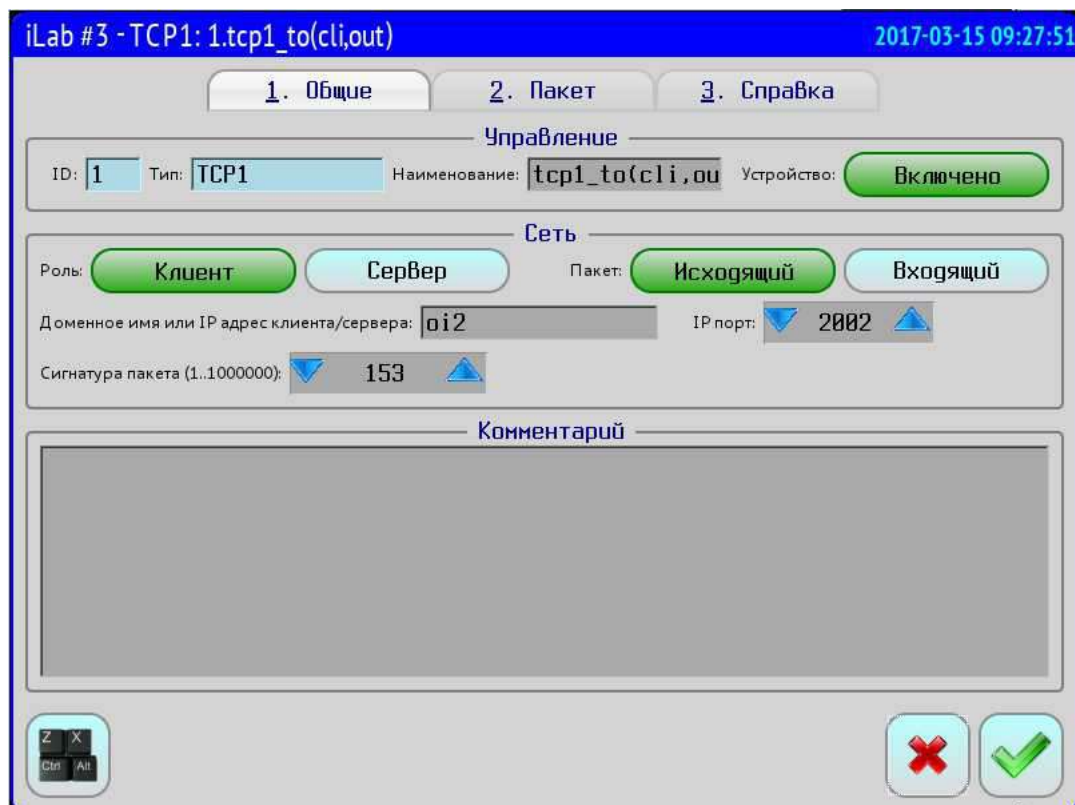

Рисунок 75 - Общие настройки внешнего устройства
13.5.3 Для типа устройств «TCP/IP: packet type 1» в окне детализации на вкладке «1. Общие» (Рисунок 75) следует указать:
Описание структуры пакета TCP1 и алгоритма работы, изложенные ниже, можно прочитать на вкладке «**3. Справка**» (Рисунок 75).